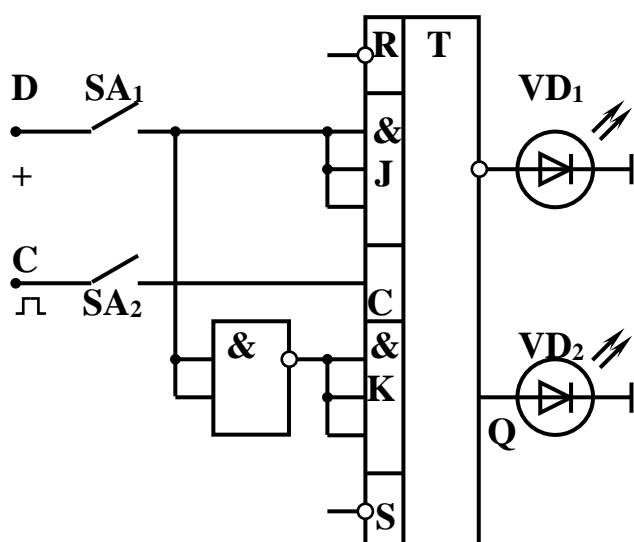

Рисунок 2. JK-триггер в режиме D-триггера
2.5. Исследуем работу универсального триггера в режиме D-триггера (рисунок 2 приложения 1). Замыкая тумблер SA_1 , устанавливаем заданное напряжение на информационном входе (см. таблицу 2).